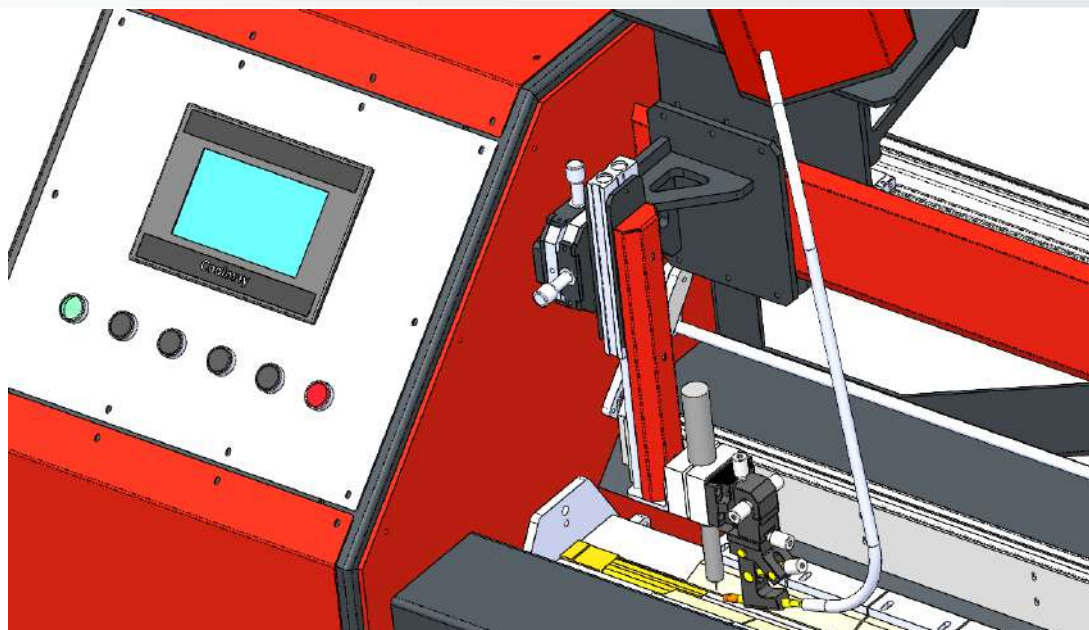

Рисунок 20 – Начало сварки
5. После выполнения данных шагов оператор убирает руки из зоны обработки и нажимает на стойке управления зеленую кнопку «старт». Установка выполняет перемещение горелки в рабочую зону и подачу защитного газа в область сварки (см. рисунок 20). После запуска процесса сварки начинается подача проволоки присадки, а также выполняется продольное перемещение горелки вдоль свариваемого шва на расстояние, заданное в стойке управления.